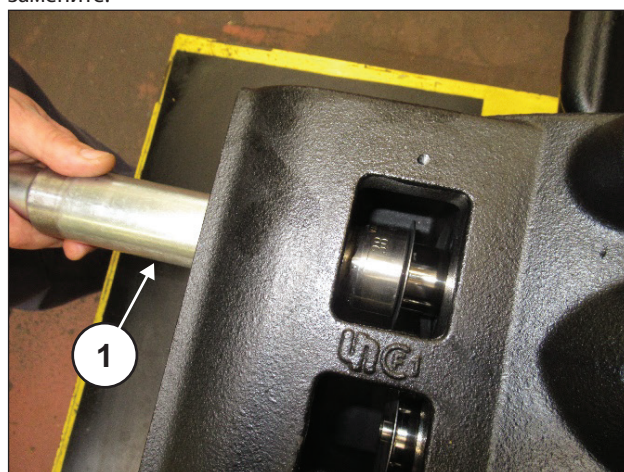
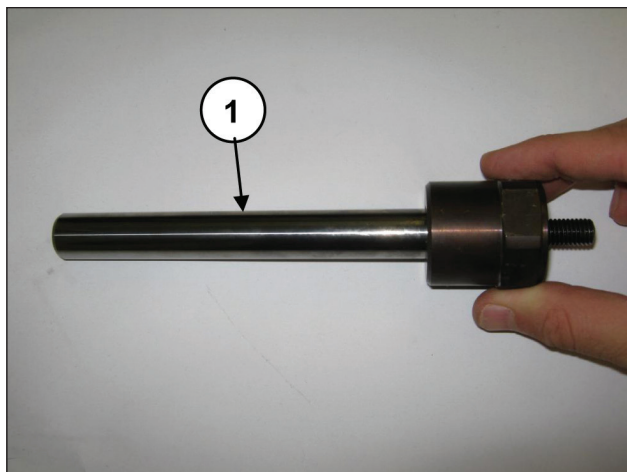

Рис. 110
Рис. 111
Снимите поршни с помощью соответствующего инструмента (арт. 25047400), (поз. ①, рис. 110), и проверьте степень их износа (поз. ①, рис. 111). При необходимости замените.